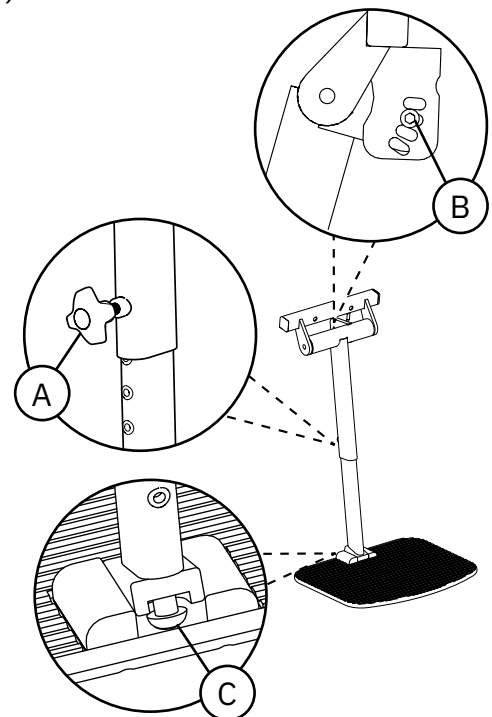

Abb. 5.53. Zentral montierte Beinstütze.
Die zentral montierte Beinstütze ist in der Höhe (A), im Winkel der Beinstütze (B) und im Winkel des Fußbretts (C) einstellbar, siehe Abb. 5.53.